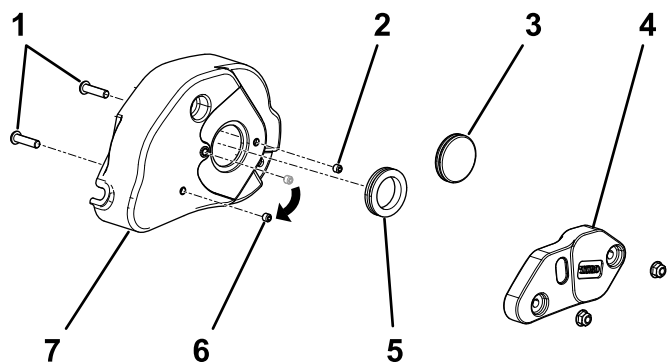

Bild 3
- Entfernen Sie die zwei Bundmuttern, mit denen der Groomerballast an der Groomerabdeckung befestigt ist, und werfen sie weg (Bild 3).
- Entfernen Sie die massive Gummidichtung von der Abdeckung und ersetzen Sie sie durch einen Gummidichtungsring (Bild 3).
- Entfernen Sie die zwei Schrauben, die in die Abdeckung geschraubt sind, und werfen sie weg (Bild 3).
- Nehmen Sie die Stellschraube aus dem mittleren Loch in der Groomerabdeckung (Bild 3).
- Setzen Sie die vorhandene Stellschraube und die Stellschraube vom Kit in die Löcher ein, die vorher für die Befestigungsschrauben der Abdeckung verwendet wurden (Bild 3).